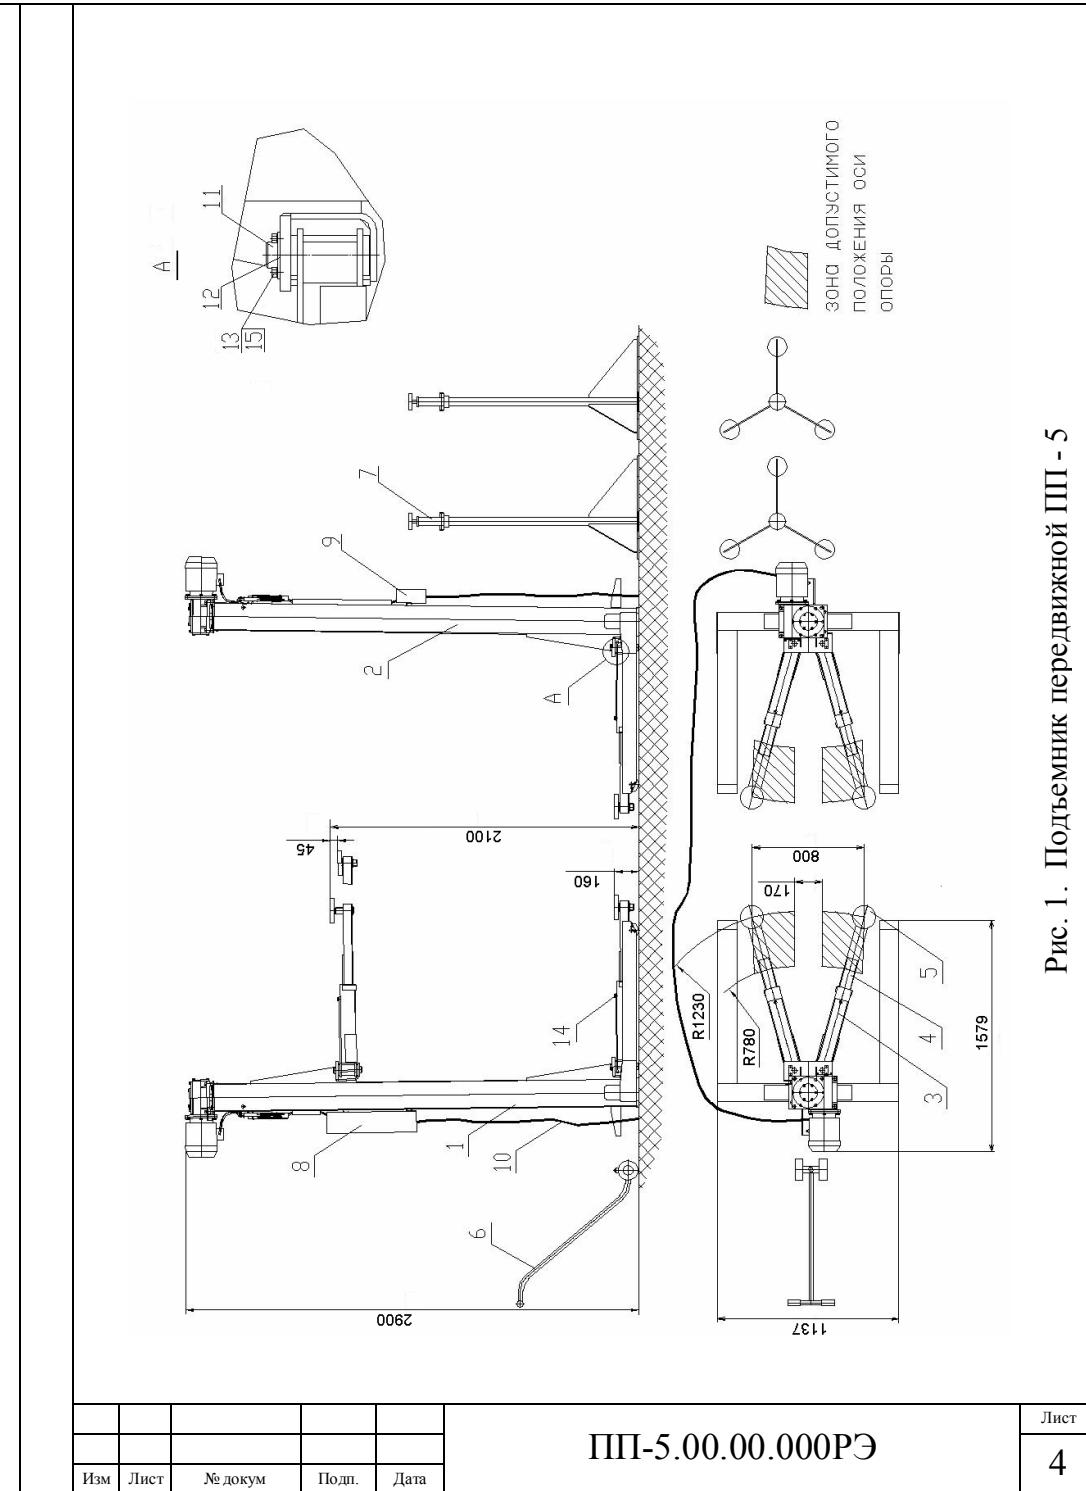

Рис. 1. Подъемник передвижной III - 5
4.1. Подъемник состоит из: двух стоек 1 и 2, (см. Рис. 1) четырех балок 3 со вставками 4, четырех опор 5, тележки 6, подставок 7, кабеля соединительного 10.